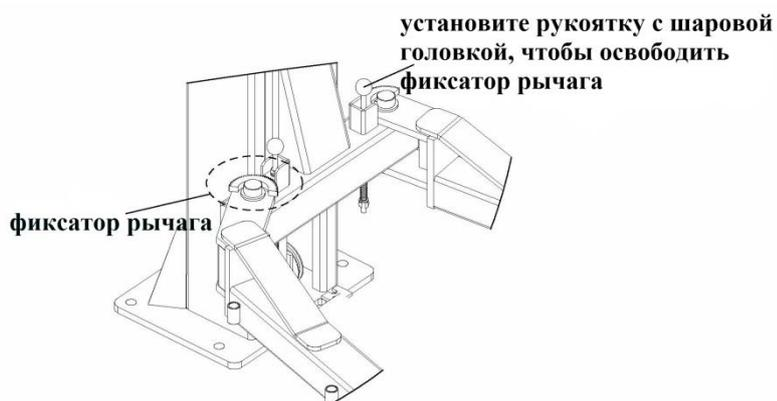

рис. 11
**Шаг 10: Установите подъемные рычаги. (рис. 11)**